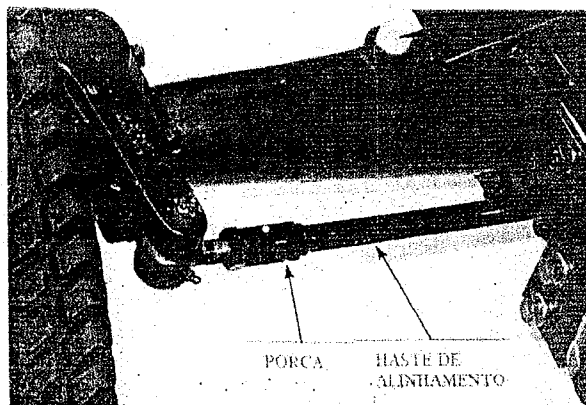

Fig. 77 – Verificar o alinhamento
- 1 – Com as rodas completamente viradas para a frente marque a parte da frente das rodas (não dos pneus) na altura do eixo da roda, fig.77.